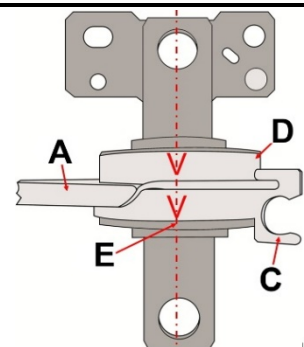

Fig.4
3. Retire el cable del freno de mano del alojamiento del brazo longitudinal (C) (Fig.4), de modo que el brazo longitudinal no cuelgue del cable del freno de mano y quede suspendido hacia abajo.